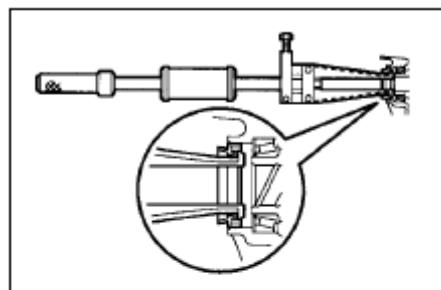

Рис. 76
- Снимите сальник с помощью специального инструмента (см. Рис. 76).